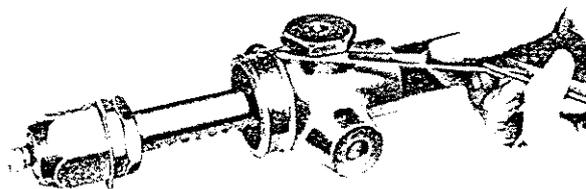

Abb. 10 Mit einer Fühlerlehre wird die Dicke der Scheiben unter dem Stopfen bestimmt.
1. Druckstück (13) und Hutmutter (11) an das Zahnstangengehäuse (19) anbringen. Den Stopfen so festziehen, daß jegliches Axialspiel ausgeschaltet wird und dann mit Fühlerlehren den Abstand zwischen Stopfen und Rohr so messen, wie es Abb. 10 zeigt. Hutmutter (11) und Druckstück (13) entfernen.
3. Aggregat mit Fett packen und Hutmutter (11), Scheibenpacken (9), Feder (12) und Anlaufstück (13) an das Gehäuse (19) anbringen, danach die Hutmutter festziehen.
4. Bei richtig eingestelltem Aggregat wird zum Drehen der Ritzelwelle bei einem Radius von 20,3 cm eine Kraft von 0,91 kg benötigt. Falls eine Korrektur vorgenommen werden muß, kann dieses durch Hinzufügen oder Entfernen von Scheiben unter dem Stopfen (10) geschehen.